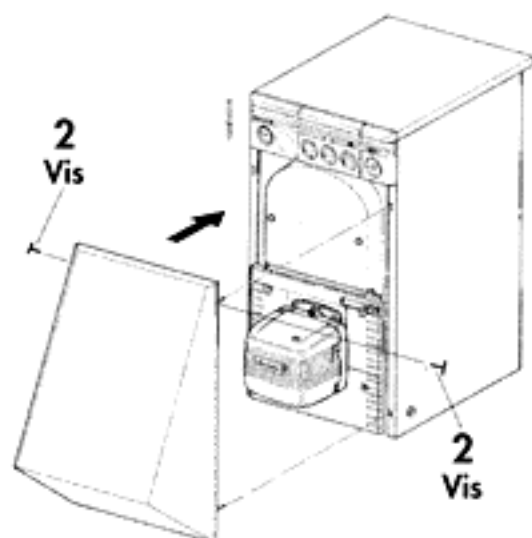

Fig. 15
- Prendre le capot d'insonorisation et le fixer au groupe thermique (Fig. 15) à l'aide des vis N.2;